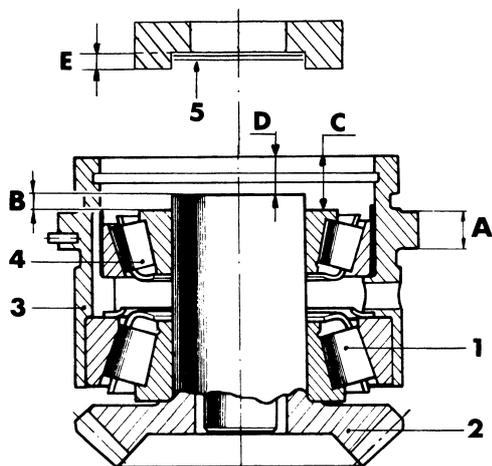
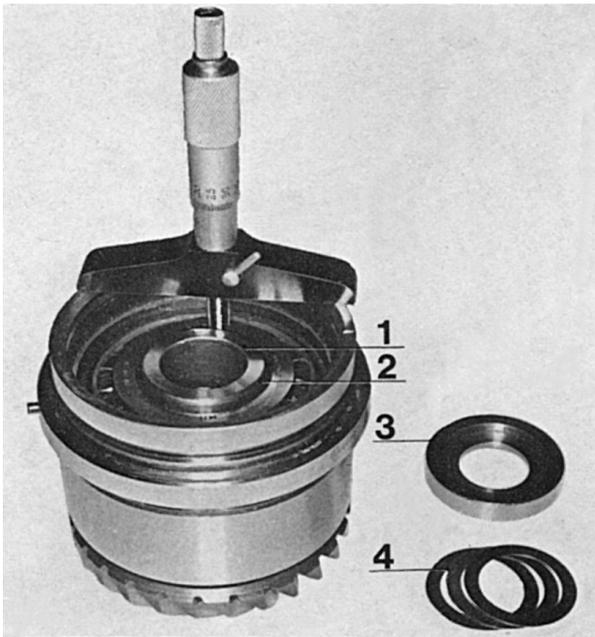

Fig. 7.
Fig. 10.
10. Si nécessaire, extraire le roulement à rouleaux 1, figure 7, du pignon de commande en se servant d'un extracteur «à couteau». Les roulements 1 et 4 (12) peuvent être remplacés séparément. Pour le démontage des bagues extérieures des roulements, on peut les frapper légèrement avec un marteau sur tout leur pourtour. La plaque de retour d'huile doit toujours être remplacée à chaque échange des bagues de roulements.
1. Remonter le grand roulement à rouleaux 1, figure 7, qui fait partie intégrante de la boîte à double roulement (12, figure 57) sur le pignon 2. Se servir pour ce travail de l'outil 884263.
3. Déterminer la cote «B», figure 7, de la façon suivante: Se servir d'un micromètre de profondeur et mesurer la distance «C» entre le bord de la boîte à double roulement et la bague intérieure de roulement, voir figure 10. Mesurer ensuite la distance «D» du bord de la boîte à double roulement au col du pignon. Faire la différence entre ces deux cotes.
4. Mesurer la profondeur «E», figure 7 (18), de la rondelle de butée et ajouter à cette valeur une épaisseur de cale 5 (20) de manière à obtenir la cote «B» calculée au paragraphe 3.
5. Mettre ensuite la rondelle de butée en place. Serrer le groupe de pignons dans la boîte à double roulement en se servant de l'outil 884483 et de la vis (34) qui doit être serrée au couple de 12,5 m.kg. Sur les transmissions avec une douille de vis hexagonale (Allen), à partir de la référence PZ n°. 272 1099 (y compris), le couple de serrage est de 8 m.Kg. Tourner la boîte à roulements de quelques tours et vérifier à nouveau le couple de rotation, lequel doit être de 0,5 à 1,0 m.kg. Si ce couple de rotation est trop élevé, il faudra enlever la rondelle de butée et repousser un peu en arrière le pignon avant d'essayer une nouvelle épaisseur de cale à insérer sous la rondelle de butée. Si le couple de rotation est trop petit, réduire le nombre de cales. Serrer enfin la boîte à double roulement avec l'outil 884483. Refaire le contrôle du couple de rotation.